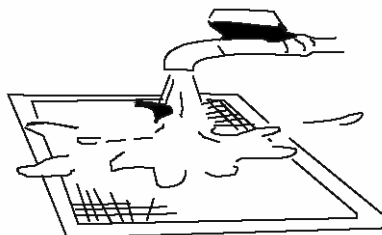

Figura 2
- Si utiliza agua, el lado de la entrada de aire debe mirar hacia abajo. (Véase la figura 2)